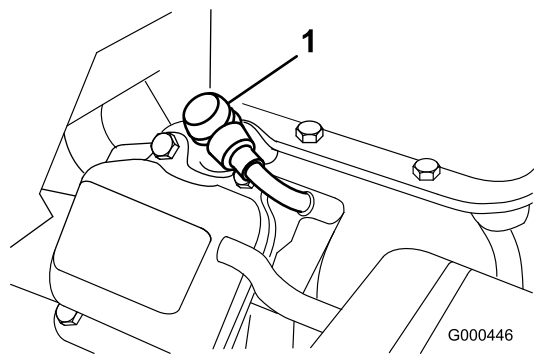

Figura 23
1. Retire o cabo da vela moldado (Figura 23).